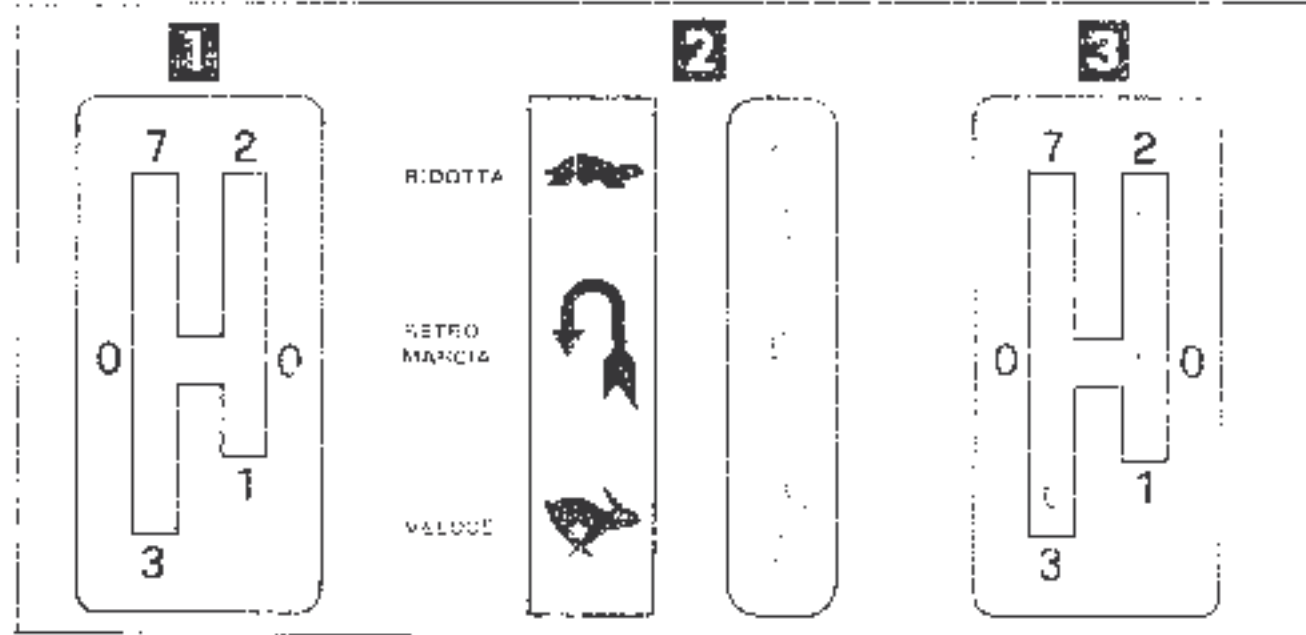

Figura 3. *Il pettello deve essere connesso variatore di velocità e marcia.*
**LEVA COMANDO VARIATORE DI VELOCITÀ E LEVA COMANDO MARCIA (Fig. 30, figura 3)**
- Scegliere la marcia desiderata (15, fig. 3). A questo scopo, il pettello di arresto deve essere riferito alla figura 3.